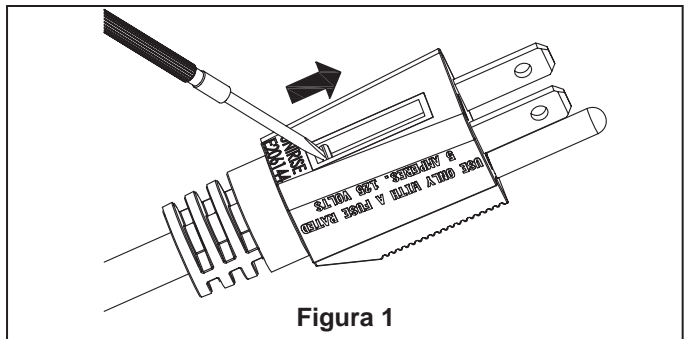

Figura 1
1. Instale la pata en la unidad del motor con los tornillos 3/16"-24 x 1/2". Asegúrese de que todos los tornillos fijen adecuadamente la pata a la unidad del motor utilizando las tablas de "T" llave. (Figura 1)
2. Abra la carcasa del fusible ubicada en la parte superior del enchufe deslizando hacia las clavijas (Figura 1).